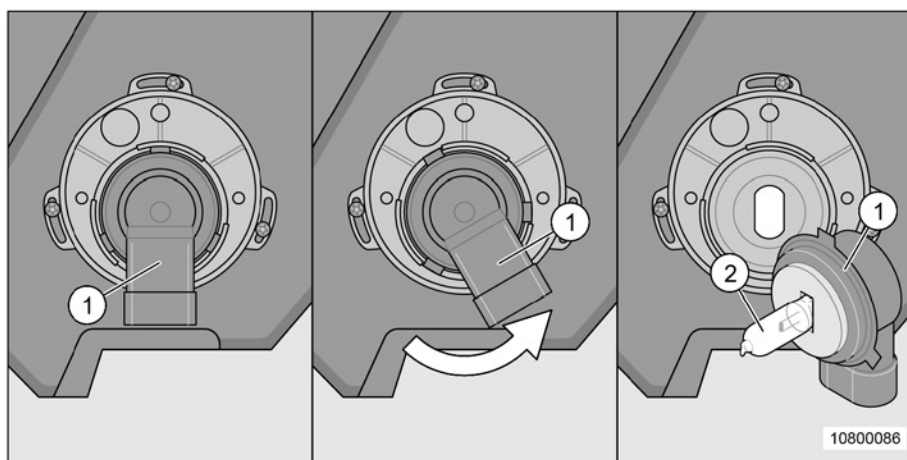

Fig. 208 Remplacement de l'ampoule du feu de croisement
Si, en remplaçant l'ampoule au niveau de l'éclairage avant (Fig. 208), on travaille avec un outil non approprié ou si le câble est trop sollicité, il y a risque de détérioration.
1. Tourner le culot (Fig. 208/1) dans le sens anti-horaire jusqu'en butée.
2. Retirer prudemment le culot (Fig. 208/1) en veillant à le tenir bien droit.
3. Retirer l'ampoule (Fig. 208/2) du culot et la remplacer.